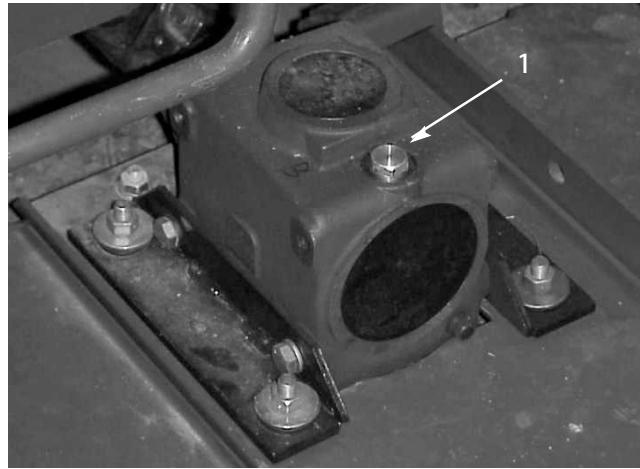

図 25
2. マシンとカッティングユニットを平らな場所に駐車させ、カッティングユニットを降下させる。ギア・ボックスの上部についているディップスティック兼給油プラグ(図25)を取り、オイルの量が、ディップスティックについている2本のマークの間にあることを確認する。油量が少なければ、SAE 80-90 wt. ギア用潤滑油を2本のマークの中間まで補給する。